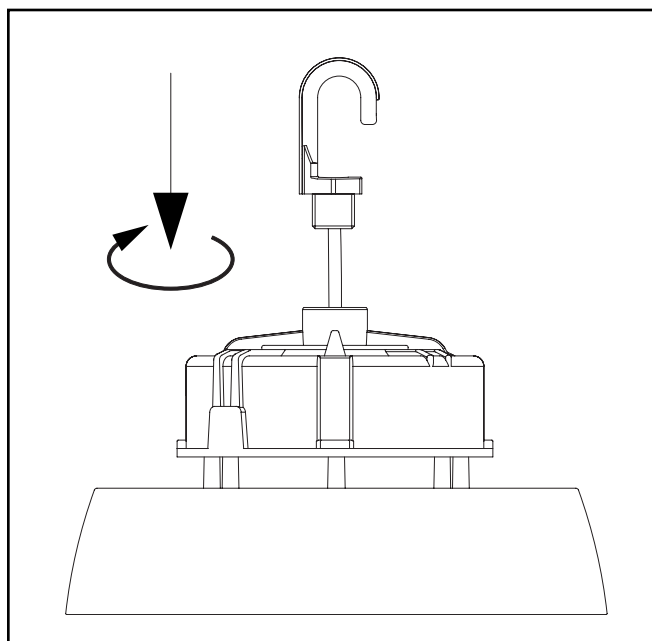

Figura 1.
1. Bloquee el gancho. (Figura 1.)